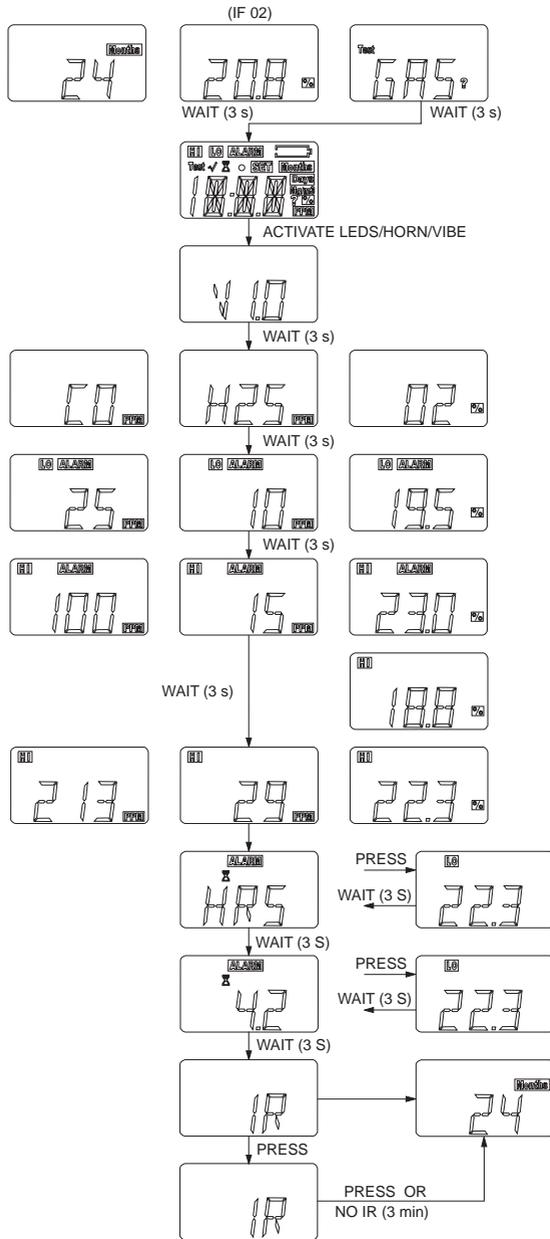

Fig. 5 Acceso a la información almacenada en el aparato
(1) Pulsando la tecla [TEST] es posible recuperar en la pantalla los datos almacenados en el aparato (→ Fig. 5).